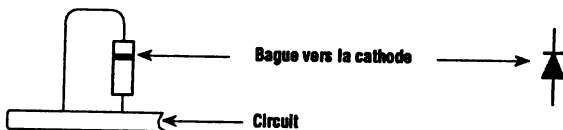

Fig. 11.8
- les diodes dont le sens est repéré par une bague. Certaines sont implantées debout et sont dessinées en vue de dessus (fig. 11.8),